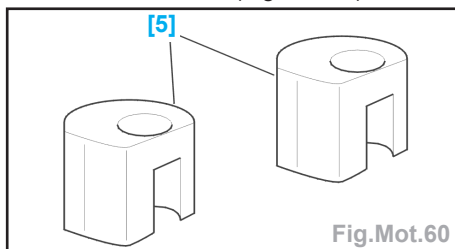

Fig.Mot.60
- Outils nécessaires (Fig.Mot.60) :